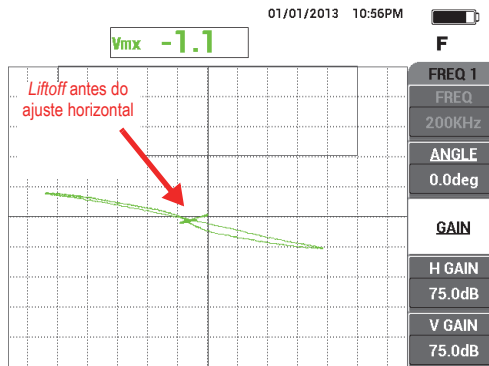

Figura 5-56 Rastrear o centro do sulco
5. Rastreie somente o centro do sulco e, em seguida, pressione a tecla FREEZE (  ) [veja Figura 5-56 na página 171].